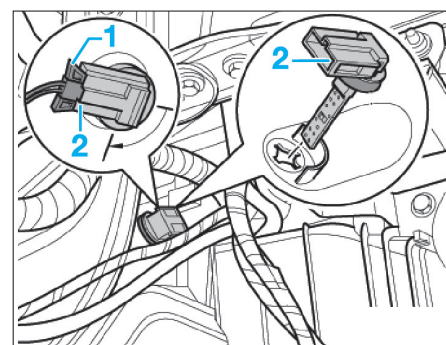

Fig. 44
- Débrancher le connecteur de température (1) (Fig.44).